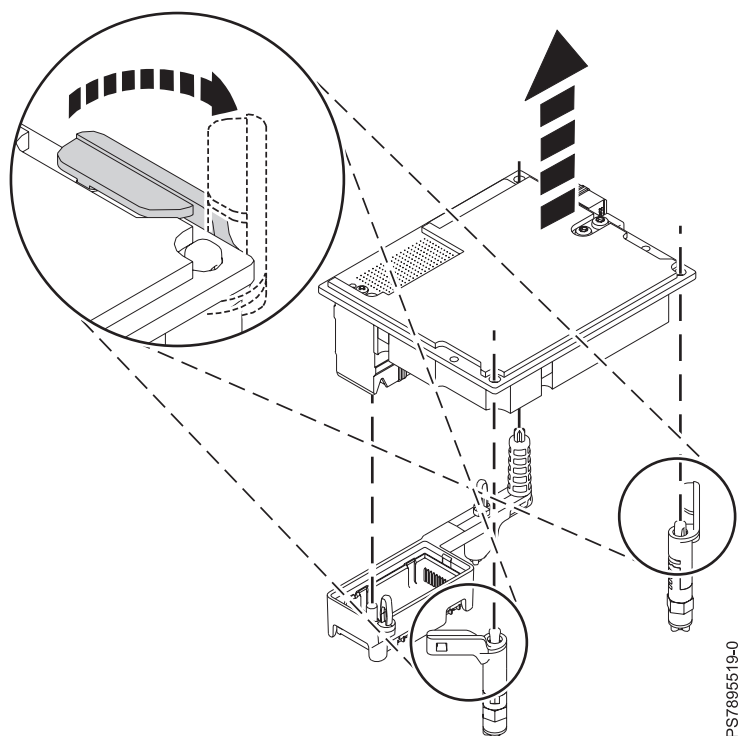

Figure 21. Retrait d'une carte d'extension d'E-S de son connecteur
8. Tirez sur les deux pattes de déverrouillage bleues du logement pour les ouvrir (voir figure 21). Soulevez ensuite la carte d'extension d'E-S pour la sortir de son connecteur et la retirer du noeud de traitement.